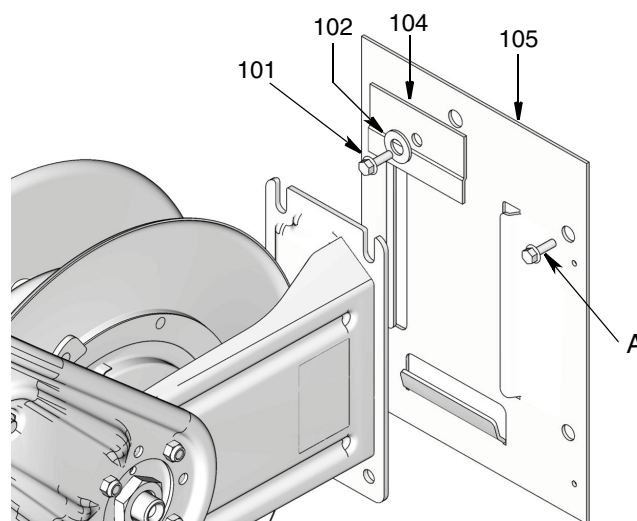

FIG. 5
REMARQUE : pour les installations au mur ou au plafond, l'utilisateur doit fournir quatre boulons de montage et quatre rondelles (A) (FIG. 5) suffisamment solides pour supporter le poids de l'enrouleur de cordon, du cordon et des accessoires. Consultez les caractéristiques techniques, page 27 pour les poids des enrouleurs de cordon sans les accessoires.
3. Utilisez le socle de l'enrouleur (FIG. 5 - 105) pour agencer la position des orifices de montage avant de percer
REMARQUE : pour faciliter l'installation, montez d'abord l'embase (105) au mur (FIG. 5).
4. Percez les orifices de montage. Montez l'embase (105) au mur en utilisant 4 boulons fournis par l'utilisateur (A) suffisamment solides pour supporter le poids de l'enrouleur de cordon, du cordon et des accessoires. Serrez les boulons à fond.
5. Faites glisser l'enrouleur de cordon sur l'embase (105) et installez le plateau de maintien (104), la rondelle (102) et la vis (101). Serrez fermement la vis (FIG. 5).